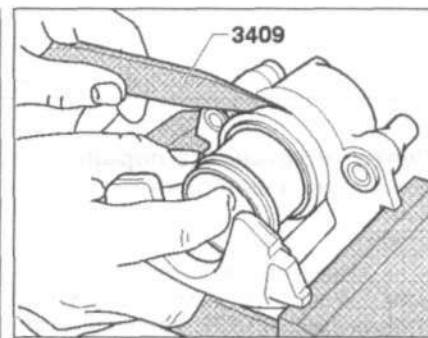

Рис. 11.24. С помощью клинка 3409 вставьте внутреннюю кромку сальника в паз в цилиндре.
7. С помощью клинка 3409 вставьте внутреннюю кромку сальника в паз в цилиндре, удерживая при этом поршень в передней части суппорта (рис. 11.24).